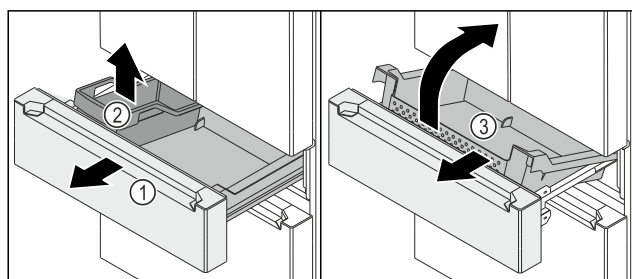

Fig. 150
- Estrarre il carrello di estrazione Fig. 150 (1) fino a battuta.
- Rimuovere il FlexBox Fig. 150 (2).
- Sollevare il contenitore Fig. 150 (3) anteriore.
- Estrarre il contenitore Fig. 150 (3) in obliquo e in avanti.